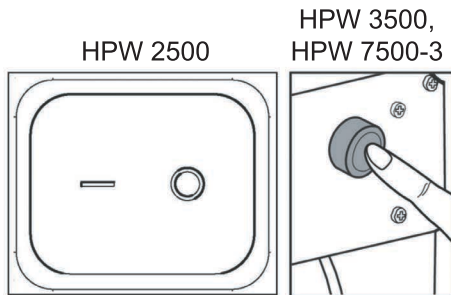

Рис. 11
11. Включите мойку, нажав на кнопку выключателя (рис. 11). Нажмите на курок пистолета и дождитесь, пока из распылительной насадки пистолета пойдет неразрывная струя воды. Отпустите курок пистолета. Мойка готова к работе.